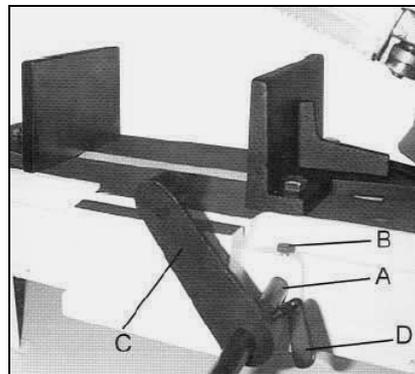

Fig 3
Monter la barre de butée (A, Fig 3) sur le socle avec la vis (B).